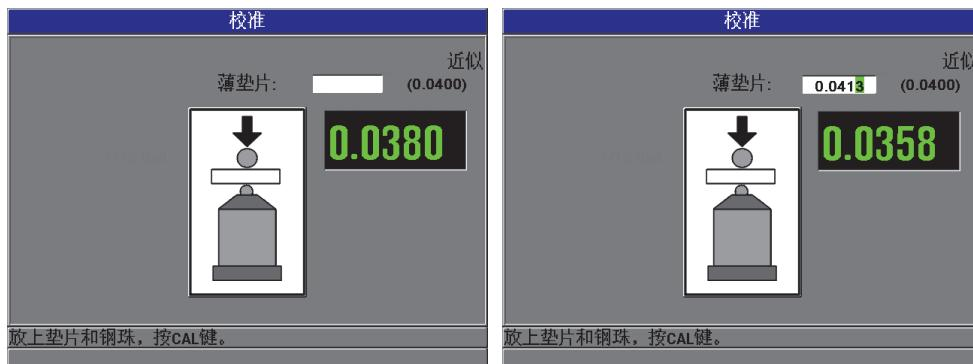

图 4-7 薄垫片校准点
5. **薄垫片点:** 仪器会提醒用户将特定的薄校准垫片和目标放在探头尖端上。这个薄校准点的厚度会根据所选的目标滚珠、圆盘或钢线的不同产生变化。屏幕上较低的测量值框中会显示垫片的大约厚度值。按**[校准]**键, 将测量值传输到上面的文本框中, 然后使用箭头键根据校准垫片的已知厚度修改框中的值, 然后按**[校准]**键(参见第70页的图4-7)。